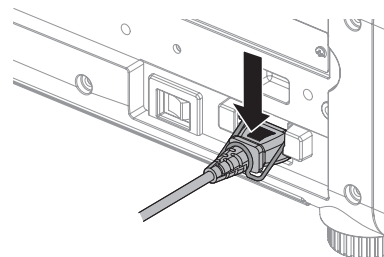

Abb. 4
- 4) Halten Sie die Netz-kabelhalterung gedrückt, bis das Ende der Netz-kabelhalterung am Netzkabel einrastet, um das Netzkabel zu sichern. (Abb. 4)